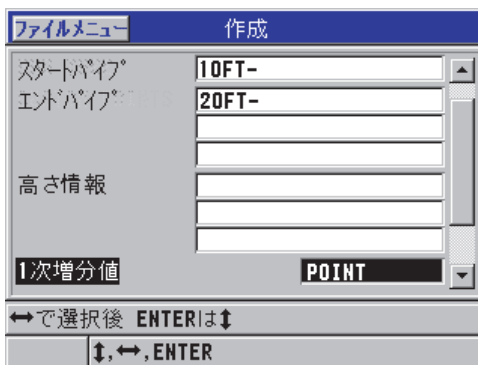

図 6-25 ボイラーデータファイルタイプに対する ID 範囲の構成
3. 作成画面で、以下の操作を行います（107 ページの図 6-25 を参照）。